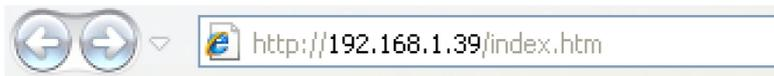

Рис. 15. Адресная строка веб-браузера
2. Введите IP-адрес устройства в адресной строке браузера (по умолчанию 192.168.1.39, см. рис. 15).